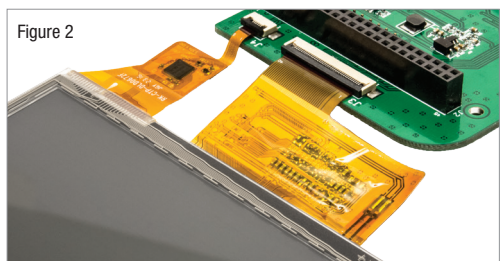

Figure 2
2. Connect the display portion to the connectors J3 and J4 to the Cape PCB assembly as shown in Figure 2.
2. Raccordez l'écran aux connecteurs J3 et J4 du circuit imprimé de la platine comme illustré à la Figure 2.
2. Schließen Sie das Display an die J3- und J4-Steckverbinder der Cape-Platinenbestückung an (s. Abbildung 2).